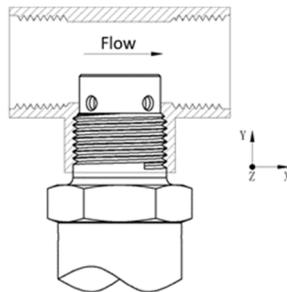

图 3. 安装方式(2)
- 电极端位于水流底部，不易空气聚集。但值得注意的是，这种安装方式应避免电极伸得太短而形成死区，图 3.